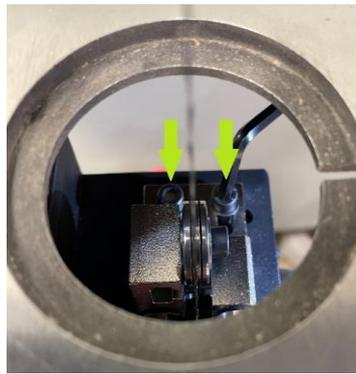

Figure 22B
- Lösen Sie die 2 Schrauben, mit denen die Führung befestigt ist (Fig 22B).